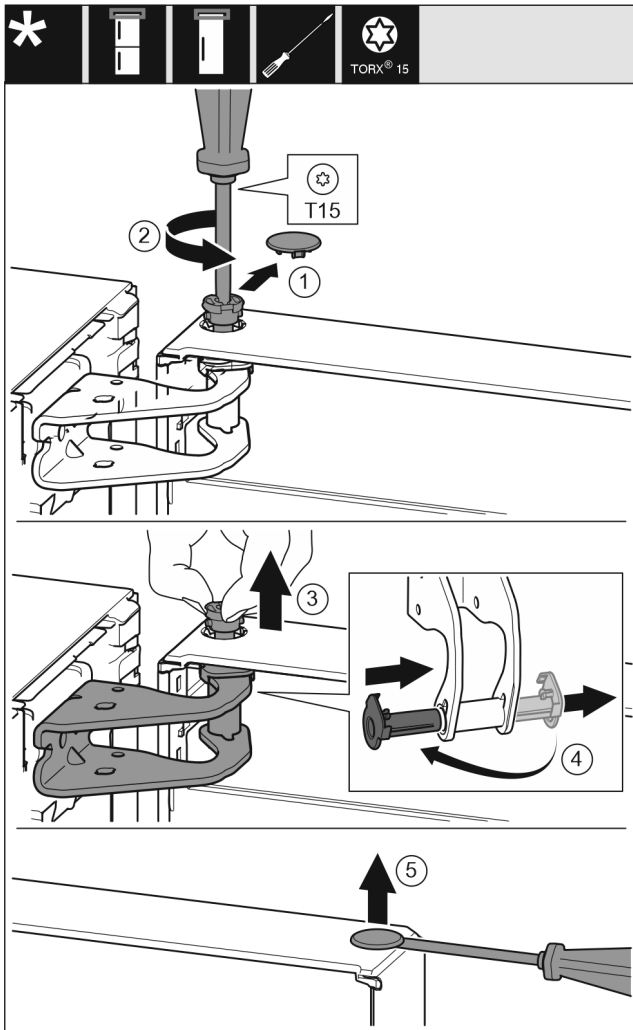

Fig. 17
- ▶ Desprindeți cu precauție apărătoarea siguranței. Fig. 17 (1)
- ▶ Extrageți puțin bolțul prin rotire cu șurubelnița T15. Fig. 17 (2)
- ▶ Țineți ferm ușa și extrageți bolțul cu degetele. Fig. 17 (3)
- ▶ Extrageți cuzinetul din ghidaj. Introduceți din partea opusă și fixați în poziție. Fig. 17 (4)
- ▶ Ridicați cu precauție dopul din cuzinetul ușii cu o șurubelniță plată și extrageți-l. Fig. 17 (5)